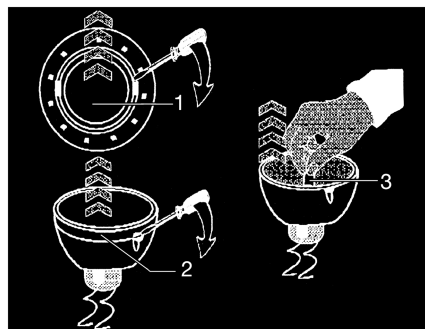

Fig. 178 Remplacer l'ampoule halogène
- Desserrer la bague de recouvrement intérieure (Fig. 178,1) du boîtier avec un tournevis.
- Défaire la bague de recouvrement avec le panneau en verre (Fig. 178,2) de la partie inférieure de la lampe halogène encastrée à l'aide d'un tournevis.
- Retirer l'ampoule halogène (Fig. 178,3).